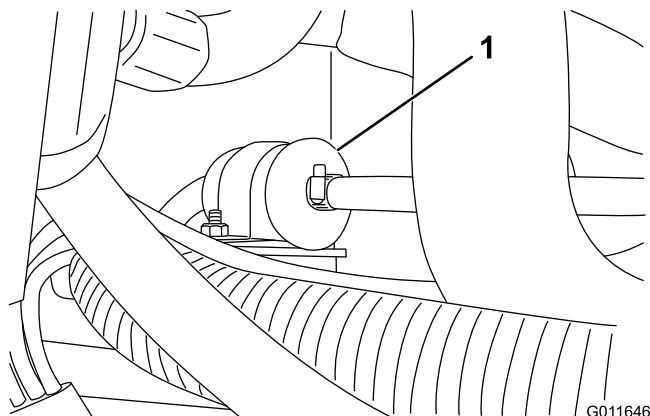

Figure 50
2. Desserrez les colliers de serrage aux deux extrémités du filtre et débranchez les conduites sur le haut du filtre (Figure 50).